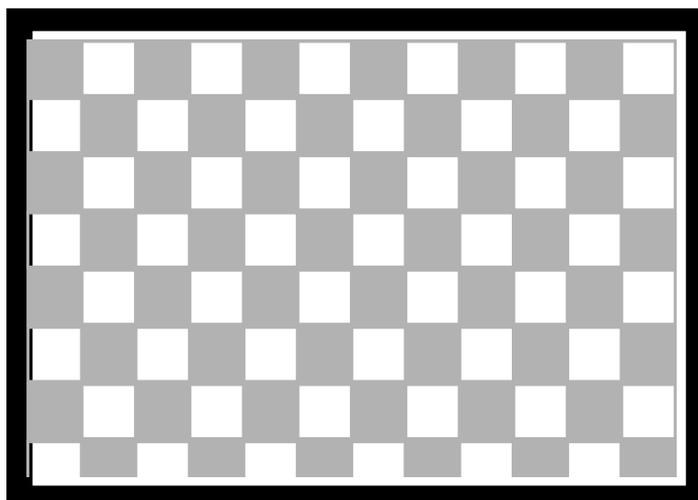
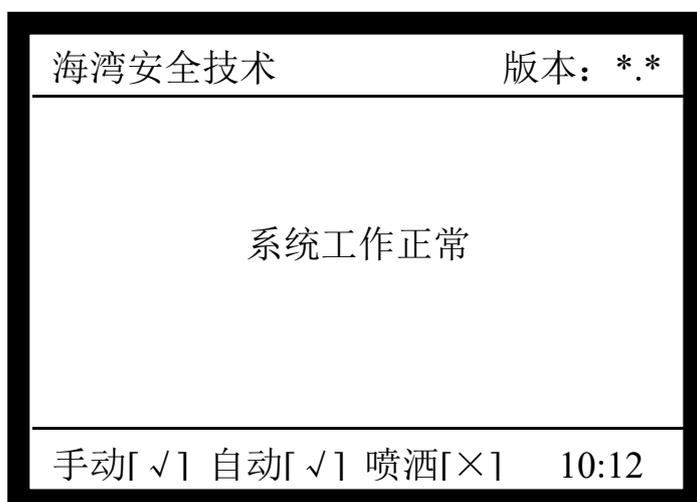

图 4-3
图 4-4
- ◇ 自动检测键盘、指示灯、液晶屏幕及声音（如图 4-3）。
自检完毕后，开机过程结束，系统进入正常监控状态（如图 4-4）。主机键盘上设有“自检”键，按下此键后系统将进行声光检查，屏幕显示如图 4-3 所示。
**注意：**在正常监控状态下进行操作时，“取消”键可使液晶屏幕返回到该屏幕的上一级屏幕，直至返回到图 4-4 所示的屏幕，此时液晶屏的背光将立刻关闭。